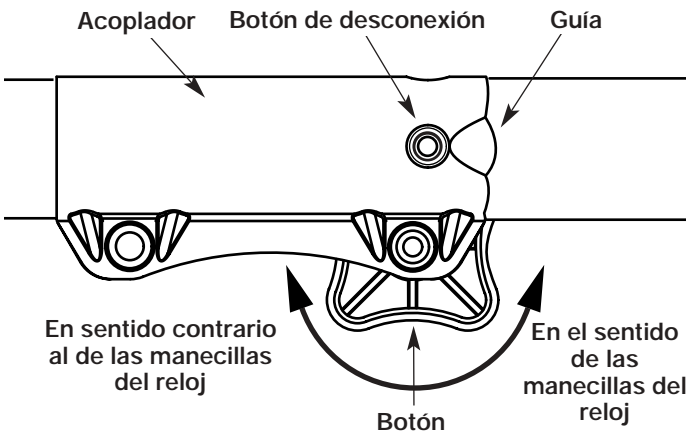

Fig. 7
1. Para aflojarlo, gire el botón en el sentido opuesto al de las manecillas del reloj (Fig. 7).
2. Oprima y sostenga oprimido el botón de liberación (Fig. 7).
1. Apriete el botón girándolo hacia la derecha (Fig. 7).
NOTA: La alineación del botón de desconexión con la guía ayuda en la instalación (Fig. 7).